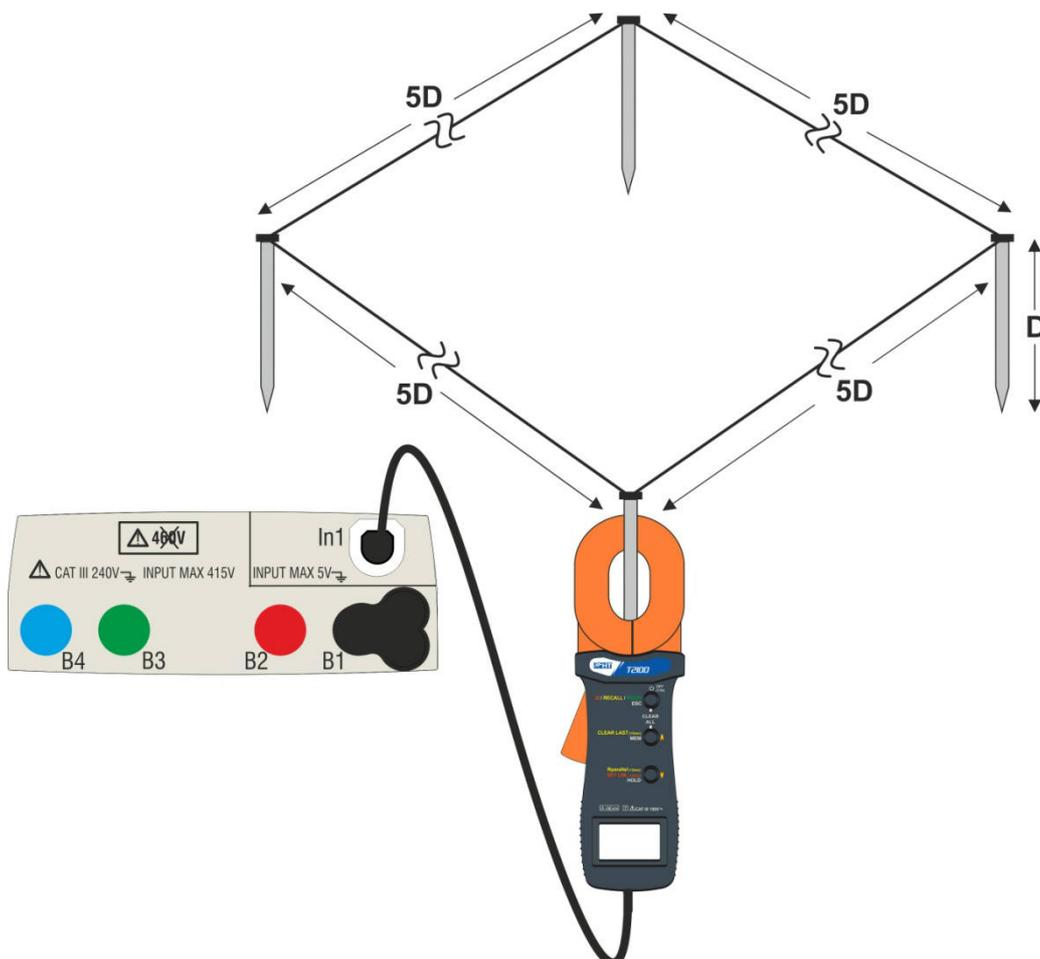

Abb. 29: Messung des Widerstandes der einzelnen Erder mit der Erdungsmesszange T2100
Die von der Stromzange T2100 ausgeführte Messung kann für die Einschätzung der Widerstände von einzelnen Erdern innerhalb einer Erdinstallation ohne Auftrennen benutzt werden, **in der Annahme, dass sie sich gegenseitig nicht beeinflussen** (siehe Abb. 29).
- Schließen Sie die Stromzange an den ersten Erdspeiß der benutzten Erdinstallation, wie in der Abb. 29 angezeigt. Achten Sie auf den Widerstandswert im Feld **R₀** und drücken Sie das Symbol , um den Parameter **N₀** um eine Einheit zu erhöhen ($N_0 = 1$).
- Trennen Sie die T2100 ab und schließen Sie sie an den zweiten Erdspeiß der benutzten Erdinstallation, wie in der Abb. 29 angezeigt. Achten Sie auf den Widerstandswert im Feld **R₀** und drücken Sie das Symbol , um den Parameter **N₀** um eine Einheit zu erhöhen ($N_0 = 2$). Führen Sie dasselbe Verfahren für jeden einzelnen Erder der benutzten Erdungsinstallation aus. Wenn die Messung abgeschlossen ist, drücken Sie die **GO/STOP** Taste am Gerät. Der folgende Bildschirm erscheint im Display: